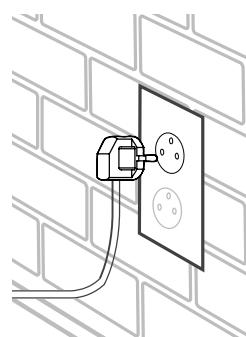

Figura 2.3
- Enchúfela a una toma de corriente de la cocina. [Figura 2.3]